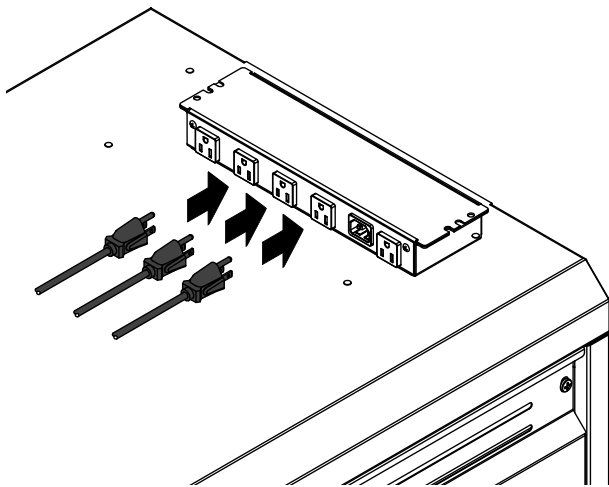

Figure 1.3
5. Plug power strip cords into timer/switch. **Figure 1.3**
5. Branchez les cordons des barres d'alimentation dans la minuterie ou l'interrupteur. **Figure 1.3.**
5. Enchufe los cordones del multicontacto de alimentación en el temporizador o en el interruptor. **Ilustración 1.3.**